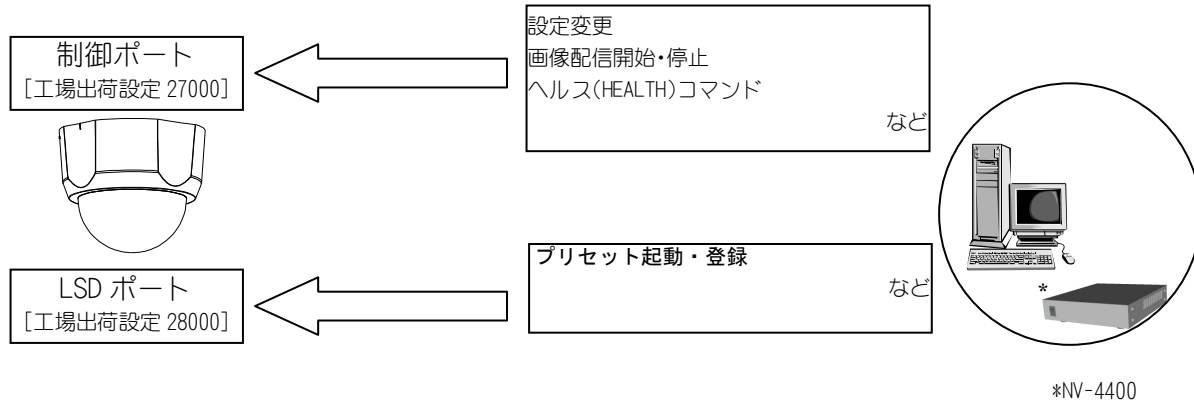

図 16-3 IP アドレス 制御ポート LSD ポートについて
- (1) IP アドレスは、ネットワーク上で各機器を識別するためのアドレスです。
- (2) 制御ポートは、図 16-3に示す様に、主にネットワーク・画像・シリアルに関する設定・制御を行なうためのポートです。カメラ設定ツールからの設定変更の他、画像配信の開始・停止、ヘルス (HEALTH) コマンドも制御ポートを使って行ないます。
- (3) LSD ポートは、図 16-3に示す様に、主にカメラ制御を行なうためのポートです。
- (4) 制御ポート番号、LSD ポート番号は、1024～65535 の範囲で設定できます。ただし制御ポート番号と LSD ポート番号が同じ値にならないように設定してください。